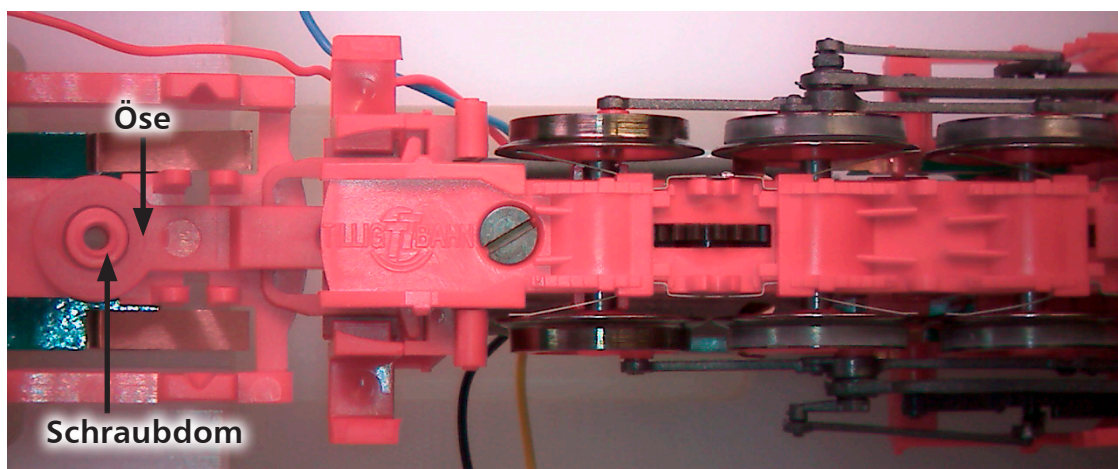

Abb.8
- Dazu werden der Tenderrahmen und anschließend das Lokfahrgestell in die Vorrichtung 423646 gelegt (**Abb. 8**).